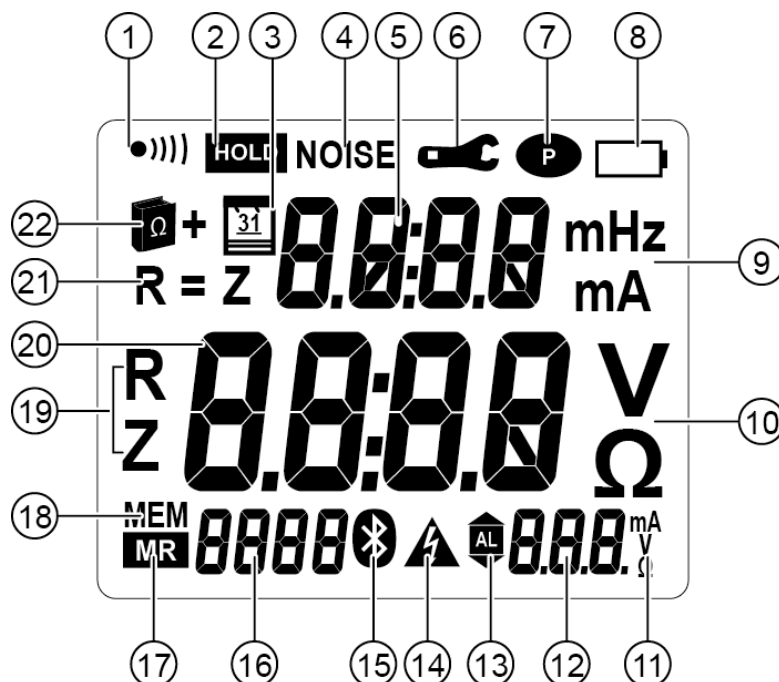

Fig. 6
Ljudsignalen kan aktiveras eller inaktiveras i *SET-UP* (se kapitel 8, meny 2). Symbolen ●))) (Fig. 6, pos.1) fungerar på följande sätt: